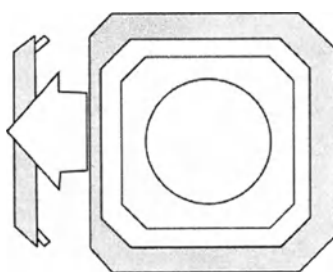

Рис. 14
- Д. Снимите декоративную насадку с Подъемного механизма, как показано ниже на Рис. 14.